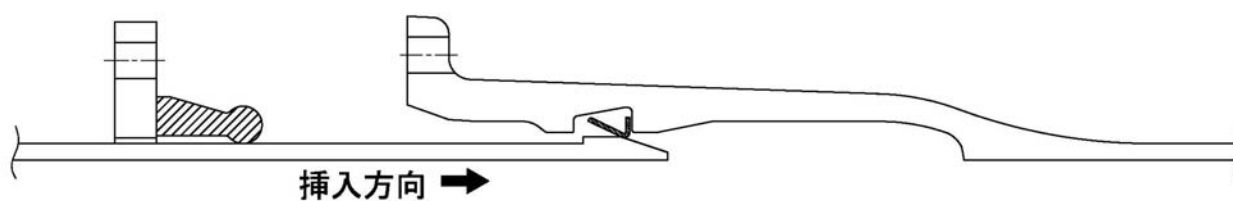
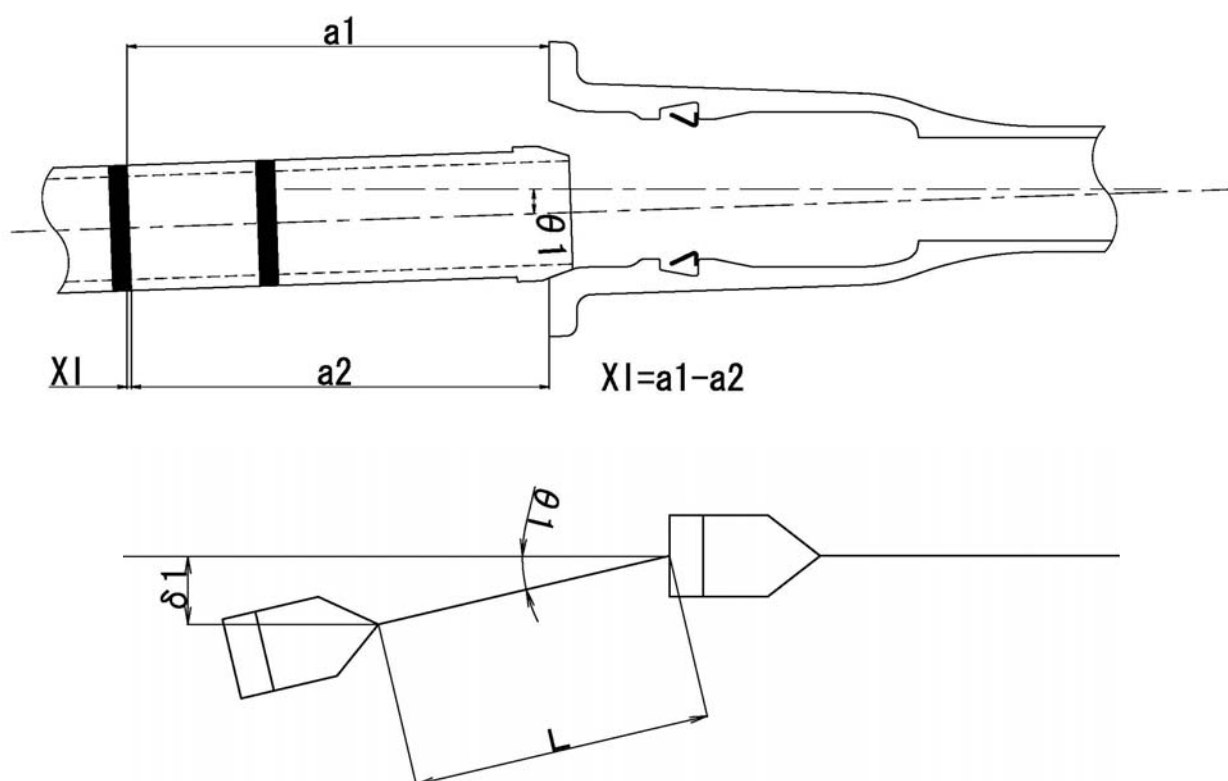

図 12 挿し口の挿入
図 13 曲げ挿入できる角度 (θ_1) と変位 (δ_1)
- (1) 管をクレーンなどで吊った状態等にし、ロックリングが正常にセットされていることを確認した後、挿し口を受口に人力で挿入する。(図 12 参照) この時、2 本の管の曲げ角度が 2° (図 13 および表 2 参照) 以内となるようにする。 2° より大きく屈曲した状態で挿入すると、ロックリングがずれたり、ロックリングが拡張されなかったりして接合できなくなる場合がある。また、挿入の際は過大な力を加えることや、反動をつけて挿入することは避けること。挿し口を挿入すると、先端の突起によりロックリングが自動的に拡張され、突起を通過した後は挿し口外面に自動的に抱きつく。挿し口突部がロックリングを通過したら、確認のため挿し口を軽く引き抜き、継手が抜け出さないことを確認する。